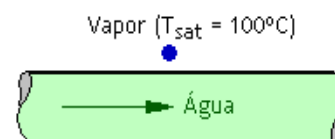

Figura 3
3. a) O tubo representado na figura 3 encontra-se envolvido por vapor de água saturado (sendo $T_{\text{sat}} = 100^\circ\text{C}$), e no seu interior circula água. De forma a garantir o máximo coeficiente global de transferência de calor, entre o exterior e o interior, diga qual das três temperaturas de entrada da água aconselharia: 20°C , 50°C ou 80°C . Justifique.